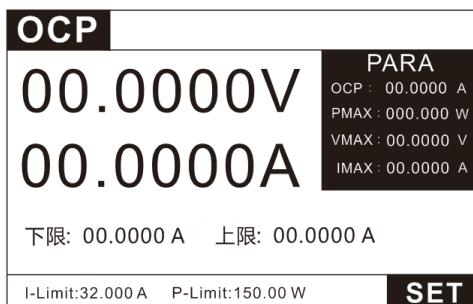

图 3.8 OCP 模式测试界面
- 2、如图 3.8 在 OCP 界面下，按 **SET** 键进入设置界面，如图 3.10。